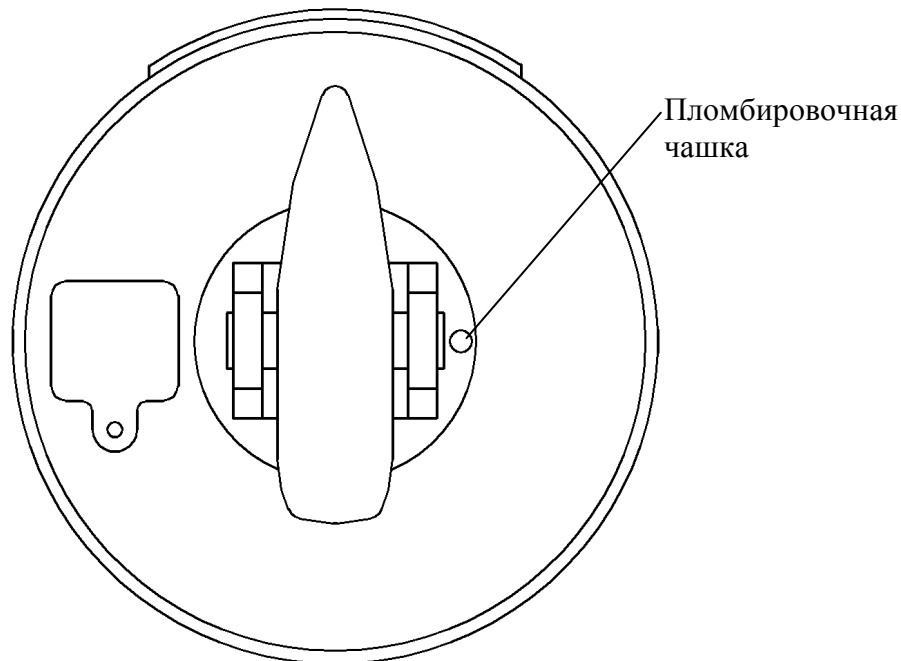

Рис. 16.1 - Место нанесения отиска поверительного клейма.
- нанести на весы отпечаток поверительного клейма (см. Рис. 16.1).